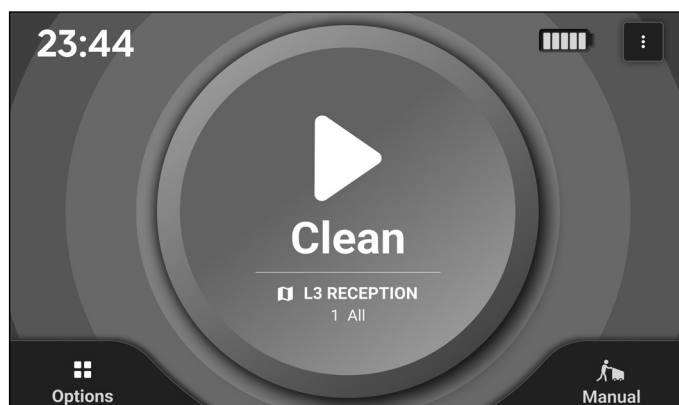

Figure 67
- L'écran tactile revient sur la page « Accueil » une fois le détachement terminé (**Fig. 67**).